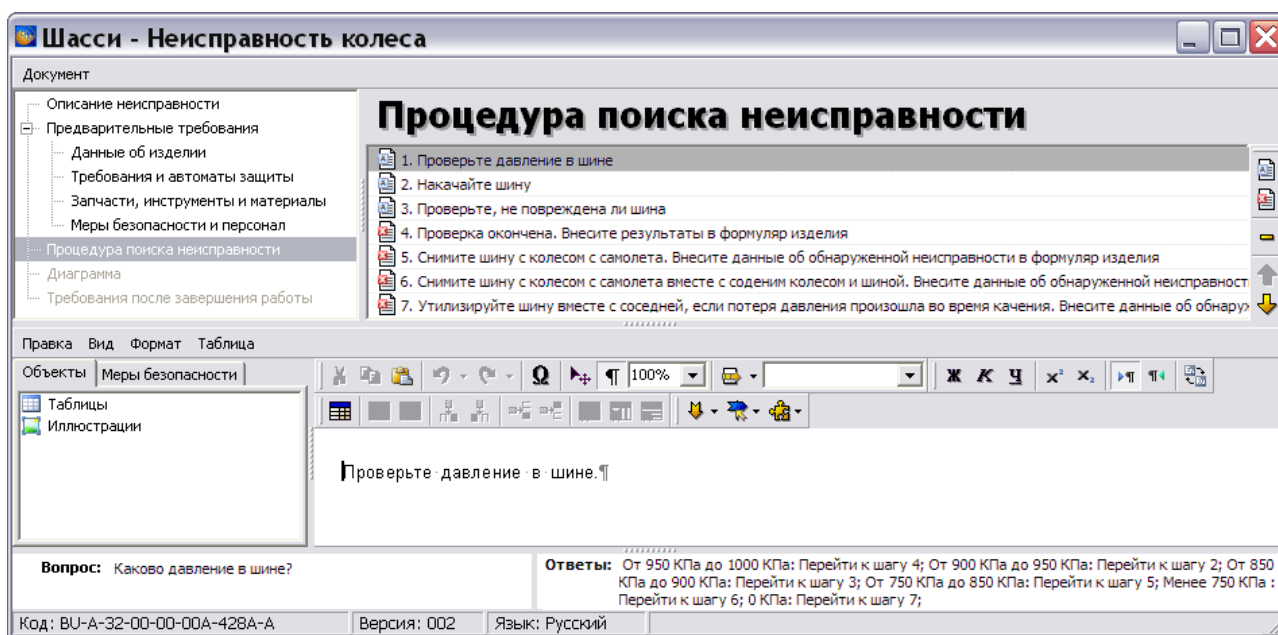

Рис. 8.30
14. Нажмите на кнопку **Применить**. Введенные данные отобразятся в окнах **Вопрос** и **Ответы** (Рис. 8.30).